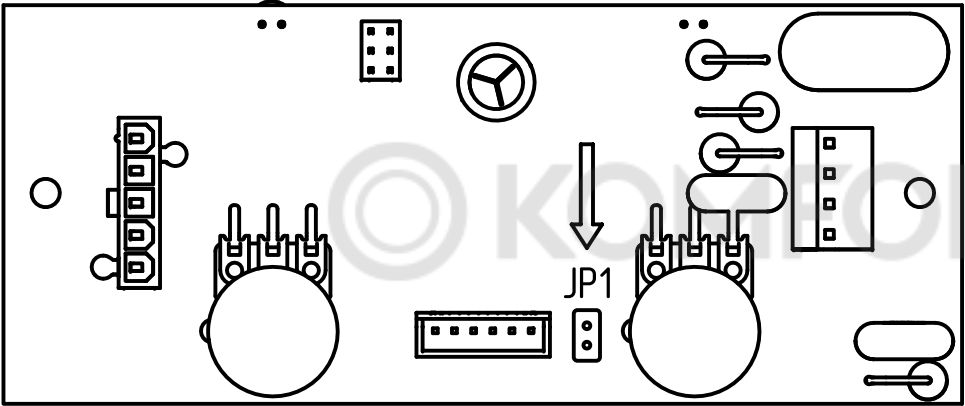

Рис.3 Плата ПУ ЭВТ И1
- Замкнуть выводы перемычки JP1 (Рис.3) на плате ПУ ЭВТ И1 и включить электропитание.